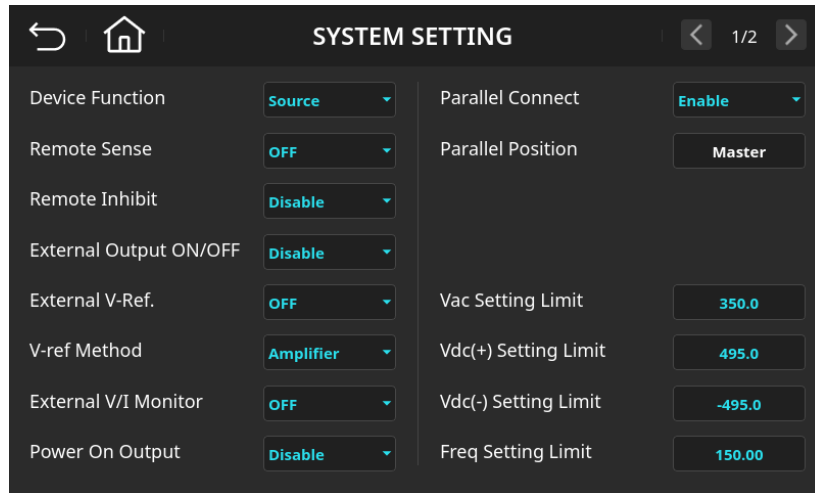

图 6-10 系统功能设定页面(Parallel Connect=Enable)
3. 选择 "Enable" 后，如图 6-10，点击首页键  回到主画面。